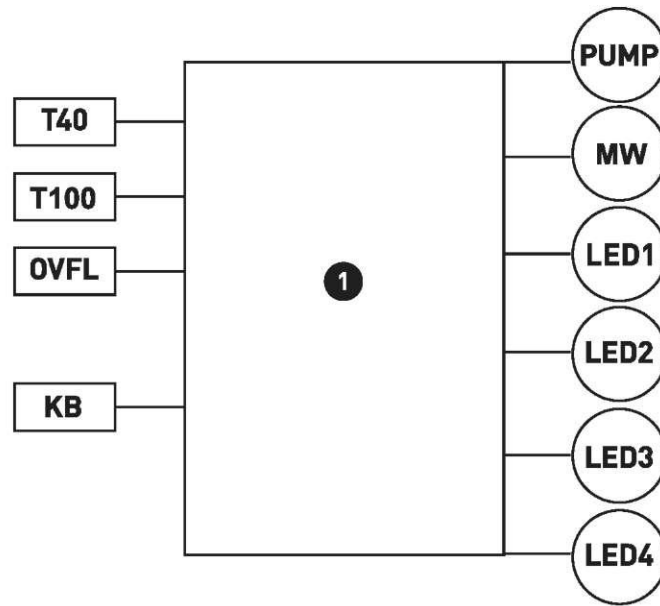

Fig. 2
- schéma Fig. 2 Blokové schéma olejových kamen